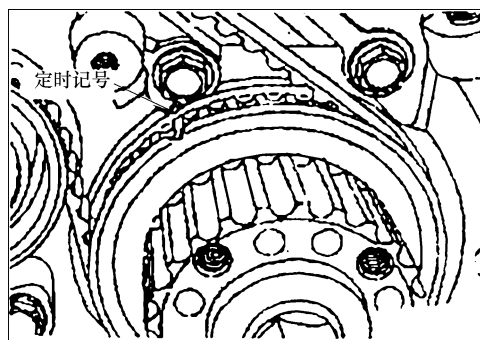

图 2-40 曲轴带轮上的正时记号
③ 如图 2-40 所示，使曲轴带轮上的正时记号与前盖上的记号对齐。